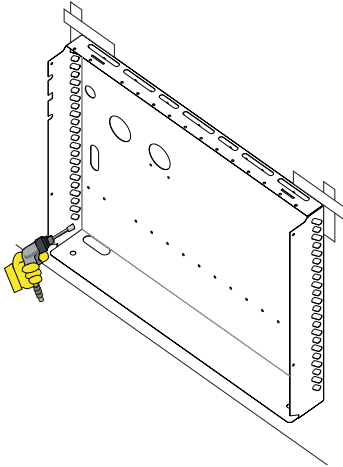

Figure 3
- Après la création des orifices de ventilation (voir les instructions d'installation de l'appareil de chauffage mural), fixer le capot sur les montants muraux à l'aide de quatre vis n° 10 x 1-1/4 po fournies avec l'appareil de chauffage. Si l'on préfère, on peut utiliser des tire-fond plus lourds achetés localement. **Voir Figure 3.** Vérifier que capot est de niveau.